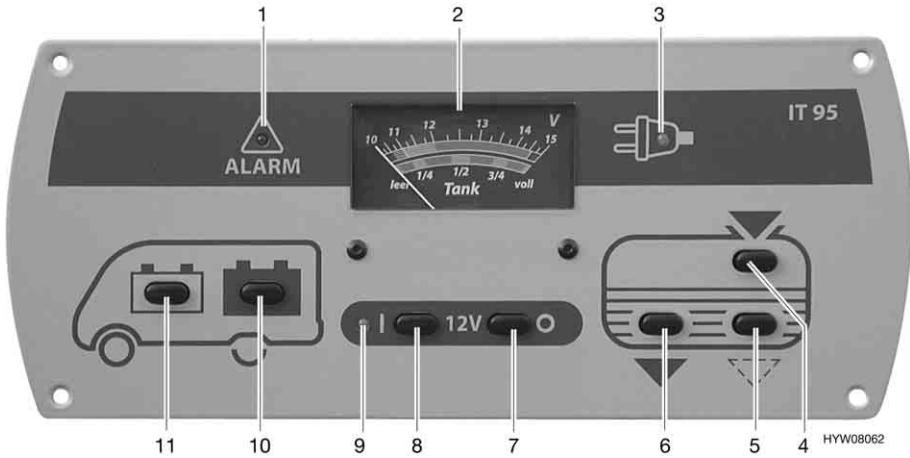

Fig. 55 Pannello di controllo (IT 95)
L'interruttore principale a 12 V (Fig. 55,7 e 8) inserisce o disinserisce il pannello di controllo e l'alimentazione a 12 V dell'abitacolo.
- Premere l'interruttore (Fig. 55,8) "I": L'alimentazione a 12 V dell'abitacolo è inserita. La spia di controllo (Fig. 55,9) diventa verde.
- Premere l'interruttore (Fig. 55,7) "O": L'alimentazione a 12 V dell'abitacolo è disinserita. La spia di controllo (Fig. 55,9) si spegne.
Per l'indicatore volt/serbatoio (Fig. 55,2) leggere la scala superiore. L'indicatore si illumina automaticamente appena viene premuto un interruttore.
- Premere l'interruttore (Fig. 55,11) "": Viene indicata la tensione della batteria di avviamento.
- Premere l'interruttore (Fig. 55,10) "": Viene indicata la tensione della batteria dell'abitacolo.
Per l'indicatore volt/serbatoio (Fig. 55,2) leggere la scala inferiore. L'indicatore si illumina automaticamente appena viene premuto un interruttore.
- Premere l'interruttore (Fig. 55,4) "": Viene indicato il livello del serbatoio dell'acqua.
- Premere l'interruttore (Fig. 55,6) "": Viene indicato il livello del serbatoio delle acque grigie.
La spia luminosa rossa "ALARM" (Fig. 55,1) inizia a lampeggiare non appena la tensione della batteria dell'abitacolo scende al di sotto di 11 V (misurazione durante il normale esercizio) con conseguente rischio che la batteria si scarichi troppo.
La spia di controllo a 12 V (Fig. 55,9) si accende non appena l'interruttore principale a 12 V (Fig. 55,8) viene inserito.
La spia gialla di controllo a 230 V (Fig. 55,3) si accende quando all'ingresso della centralina elettrica è presente una tensione di rete.